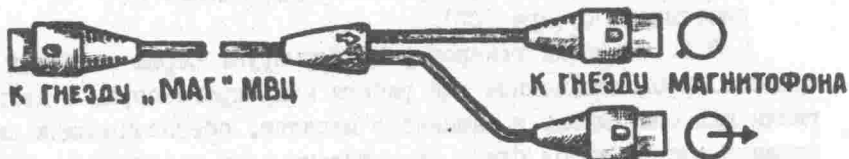
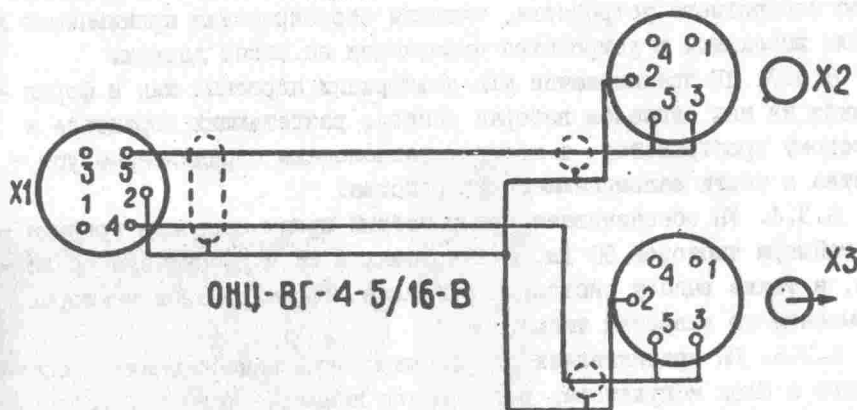

Рис. 3
Рис. 4
5.2.6. Внешний вид кабеля сопряжения МВИ с магнитофоном и условная схема распыки кабеля приведены соответственно на рис.3 и рис. 4.